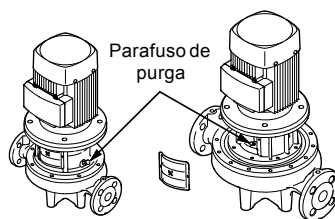

Fig. 15 Posição do parafuso de purga
1. Feche a válvula de seccionamento da descarga e desaperte o parafuso de purga no acoplamento do motor. Consulte a fig. 15.
2. Desaperte o parafuso de purga. Consulte a fig. 15.
- 3. Purgue a bomba durante o arranque, desapertando o parafuso de purga no acoplamento do motor até sair um fluxo de líquido constante pelo orifício de purga. Consulte a fig. 15.